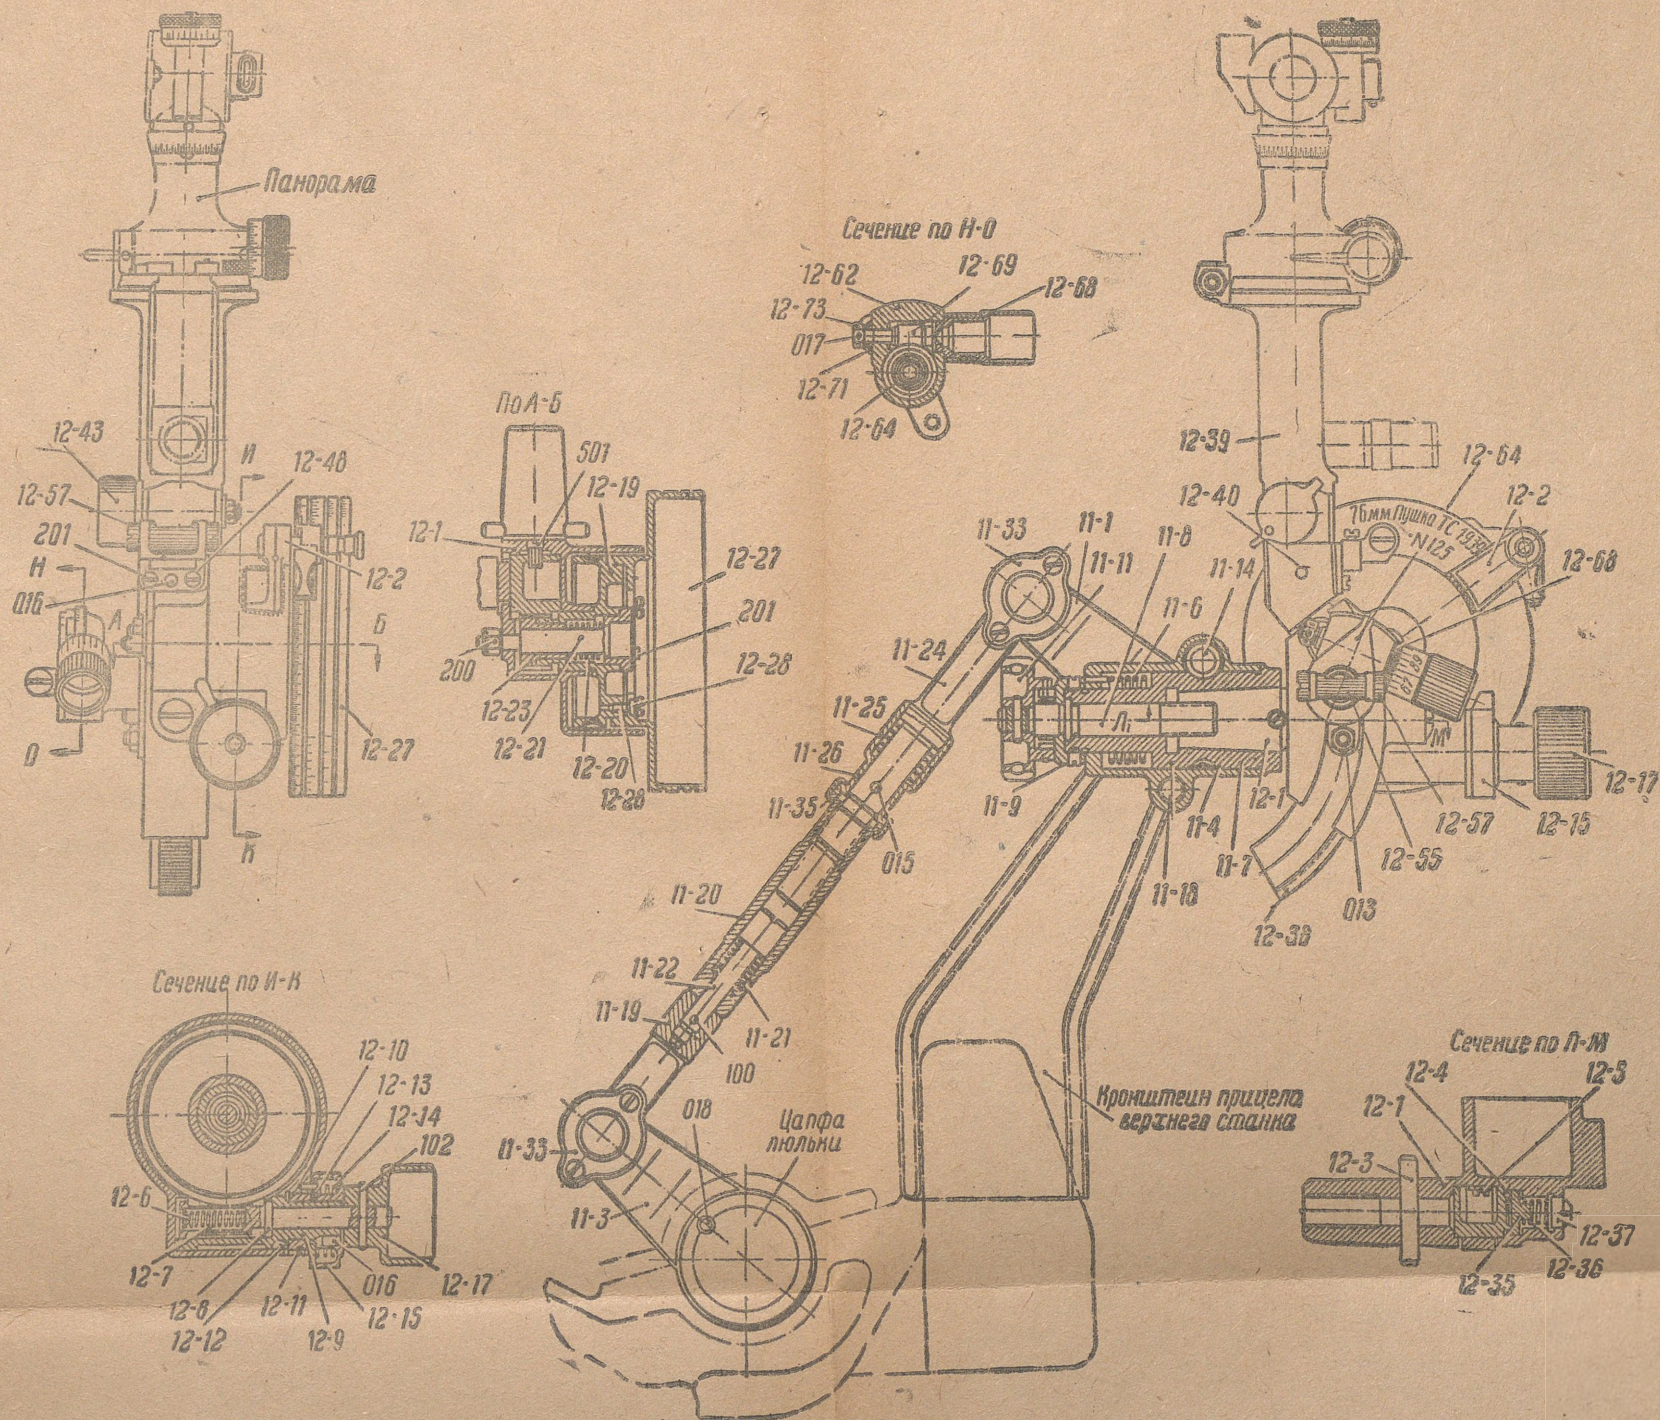

Рис. 48. Прицел (сб. 11 и сб. 12):
Механизм качания прицела в вертикальной плоскости (параллелограм) (рис. 48)
Механизм поперечного качания прицела (рис. 48 и 49)
Прицел (рис. 48 и 49)
Корпус прицела 12-1 (рис. 48) входит своим патрубком в гнездо сектора механизма поперечного качания. Патрубок корпуса затягивается затяжным валиком 11-8 при помощи маховичка 11-11.
Стебель 12-38 прицела (рис. 48) представляет собой изогнутый по дуге брусок с зубцами на выпуклой стороне.
Сверху в стебель прицела вставлена корзинка, закреплённая штифтом. Для удобства наблюдения в панораму стебель прицела удлинён (на рис. 48 этого не показано).
Подъёмный механизм прицела (рис. 48) состоит из следующих основных деталей: червяка 12-8, червячного колеса 12-19 и шестерни 12-23.
- б) снять пружинное кольцо с маховичка 11-11 (рис. 48);
3. Разобрать механизм бокового уровня (рис. 48, сечение по Н-О), для чего:
4. Разобрать подъёмный механизм прицела (рис. 48, сечения по И-К, А-Б); для этого: